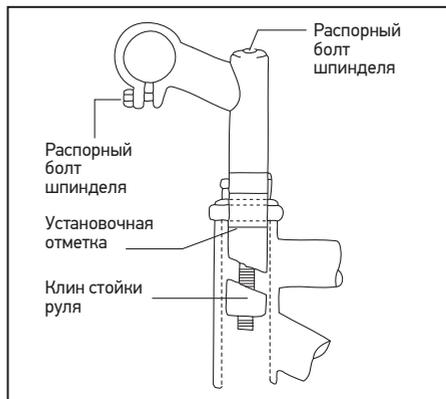

Рис. 25: Части шпиндельной стойки
- Шпindelного типа (Рис. 25)
1. Открутить зажимные болты на два-три оборота (Рис. 25).
Высокая установка стойки шпиндельного типа может стать причиной повреждения велосипеда, снижения управляемости, и падения. Убедитесь, что установочная отметка стойки руля не видна из рамы (Рис. 25).
1. Открутить распорный болт стойки на два-три оборота (Рис. 25).
- установочной отметки на стойке руля. Стойка руля не должна быть поднята выше установочной отметки (Рис. 25). В раме должно оставаться не менее 70 мм длины стойки рамы.